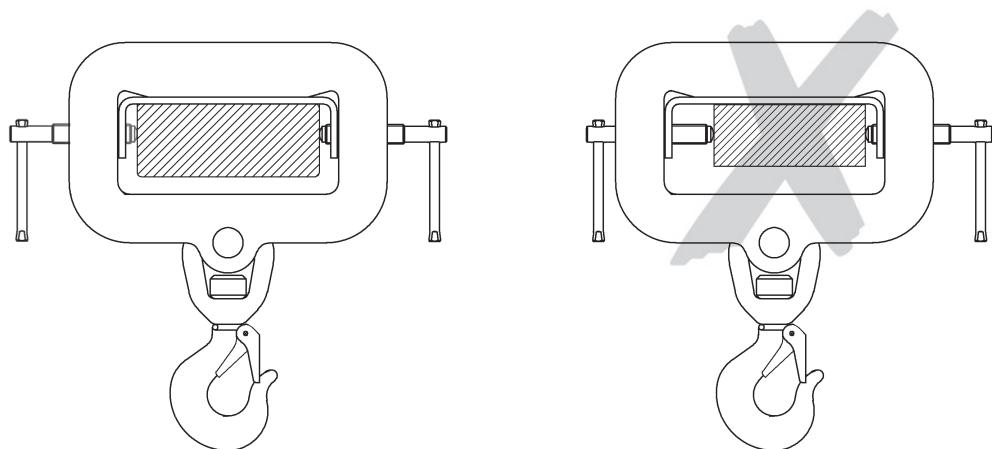

Fig. 2
- La charge soulevée doit être fixée sur la fourche de manière telle que les deux broches (goupilles) de serrage soient tournées en même temps dans le châssis des fourches. Il faut s'assurer que le crochet à émerillon se trouve en position centrale sous la section transversale de la fourche (Fig. 2).
Après avoir retiré les deux tiges de serrage, glisser le crochet aussi loin que possible sur la fourche. Resserer en même temps les tiges sur l'appareil de levage (Fig. 2).